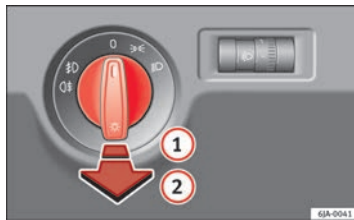

Abb. 55 Kombiinstrument: Lichtschalter ►
- Drehen Sie zunächst den Lichtschalter ⇒ **Abb. 55** in die Position $\Rightarrow\Leftarrow$ oder $\Leftarrow\Leftarrow$.
- Ziehen Sie den Lichtschalter in die Position **①**.
- Drehen Sie zunächst den Lichtschalter ⇒ **Abb. 55** ⇒ Seite 101 in die Position $\Rightarrow\Leftarrow$ oder $\Leftarrow\Leftarrow$.
- Ziehen Sie den Lichtschalter in die Position **②**.